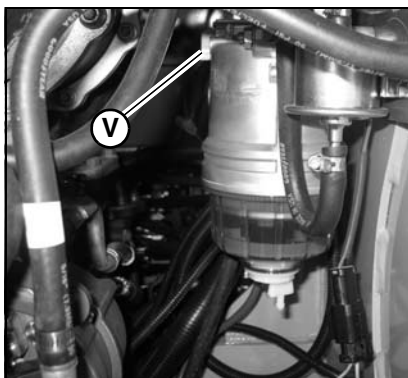

Figura 96 – Separador de agua
3. Gire la palanca de la válvula de cierre de combustible (V, Figura 96) en el separador de agua a la posición CERRADO.
6. Gire la válvula de cierre de combustible (V, Figura 96) en el separador de agua a la posición ABIERTO.